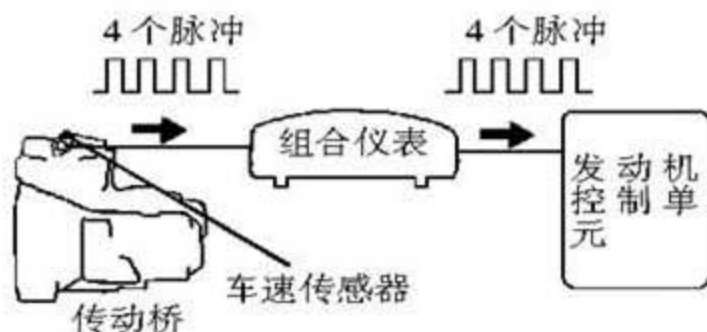

图1
- 1). 接车后,首先连接丰田专用检测仪调取发动机故障码,有故障码P0500,含义为车速传感器电路故障。客户反映该车曾经更换过车速传感器,但是没有排除故障。在继续下面的检修工作之前,我们应该了解威驰轿车车速传感器的工作过程(图1)。车速传感器安装在变速器上,变速器输出轴通过从动齿轮带动车速传感器的转子轴转动,转子轴转动时会产生脉冲信号,脉冲信号进入组合仪表后被换算成实际车速显示在仪表上。另外,组合仪表内的波形整形电路可以将车速传感器输入的脉冲信号变成更为精确的方波,然后将方波输出给发动机控制单元。发动机控制单元参考此信号来选择最佳的喷油量。组合仪表的方波信号还输出给防盗系统控制单元,防盗系统控制单元根据此信号在车速超过20 km/h时将4个车门上锁。